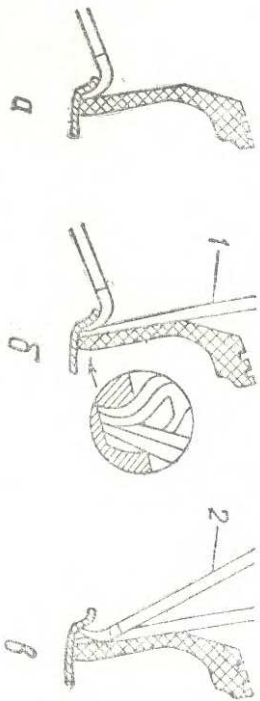

Рис. 31. Последовательность операций при демонтаже шин:
2. Вставить вилочную лопатку между шиной и бортовым кольцом и отжать борт шины последовательно по всему периметру (рис. 31а).
дился в пазу вилочной (рис. 31 б).
Вилочной лопаткой продолжать отжимать борта шины (рис. 31 в) до тех пор, пока не будет снят борт шины с конической полки бортового кольца.